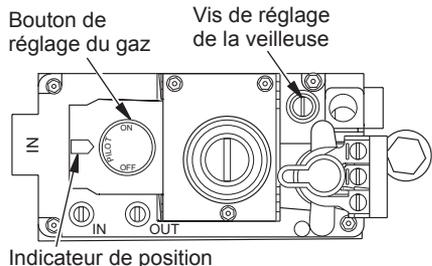

Figure 39 - Bouton de réglage à la position PILOT (veilleuse)
6. Tournez le bouton de réglage du gaz dans le sens des aiguilles d'une montre jusqu'à la position OFF (arrêt) (voir figure 39).
7. Attendez cinq (5) minutes que tout le gaz se dissipe. Après, vérifiez si une odeur de gaz se dégage, surtout au niveau du sol. Si une odeur de gaz se dégage, ARRÊTEZ! Suivez la partie « B » des informations relatives à la sécurité à la colonne 1. S'il n'y a pas d'odeur de gaz, passez à l'étape suivante.
montre pour réduire ou dans le sens inverse des aiguilles d'une montre pour augmenter la taille de la flamme (voir figure 39, page 21). Ne retirez pas la vis de réglage.